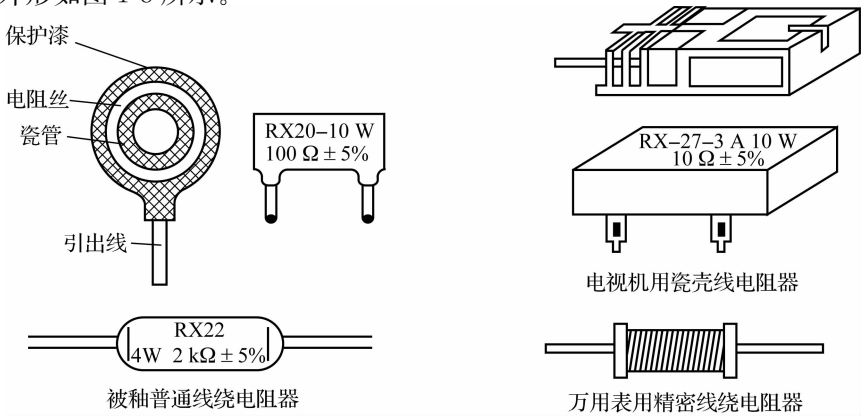

图 1-8 常用线绕电阻器的外形
(2)线绕电阻器。线绕电阻器由电阻率较大、性能稳定的锰铜、康铜等合金线涂上绝缘层,在绝缘棒上绕制而成。线绕电阻器有很多特点,如耐高温(能在 300°C 的高温下稳定工作)、具有很好的线性关系、精度高、稳定性好等。线绕电阻器的额定功率较大($4\sim 300\text{ W}$),常用在电源电路中做限流电阻等,也可制成精密型电阻,如在万用表中做分流电阻用。一般的线绕电阻器由于结构上的原因,其分布电容、电感较大,不宜用在高频电路中。常用线绕电阻器的外形如图 1-8 所示。